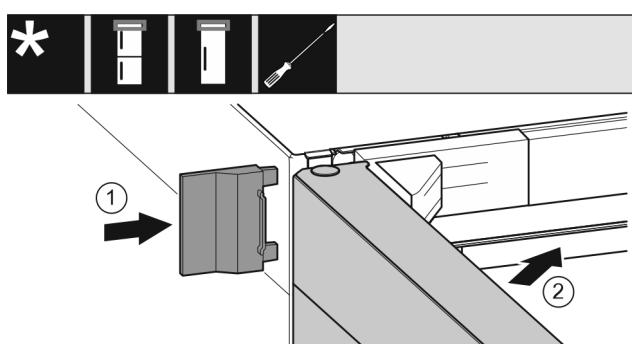

Fig. 23
- Nasuňte vonkajší kryt. Fig. 23 (1)
- Zavorte horné dvere. Fig. 23 (2)